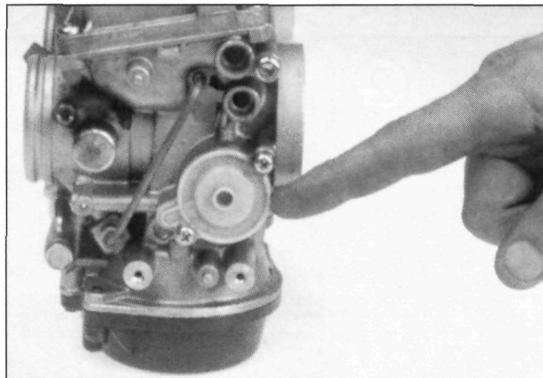

Bild 62
- Den Deckel der Schubetrieb-Anreicherungsmembran (Bild 62) nach Ausdrehen von zwei Kreuzschlitzschrauben abnehmen. Auf Verbleib der Feder achten.